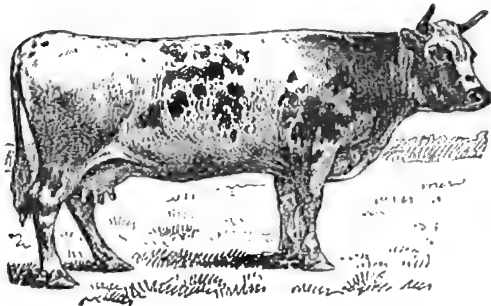
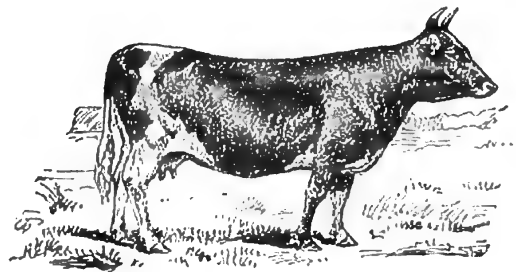

Fig. 448. — Vache normande.
Fig. 449. — Vache bretonne.
**2. Principales races.** — Les meilleures *racés laitières* sont : la **race normande** (*fig. 448*), au pelage1 jaune rougeâtre rayé de blanc et de noir; la **race flamande**, au pelage marron foncé avec ou sans taches blanches; la **race bretonne** (*fig. 449*),